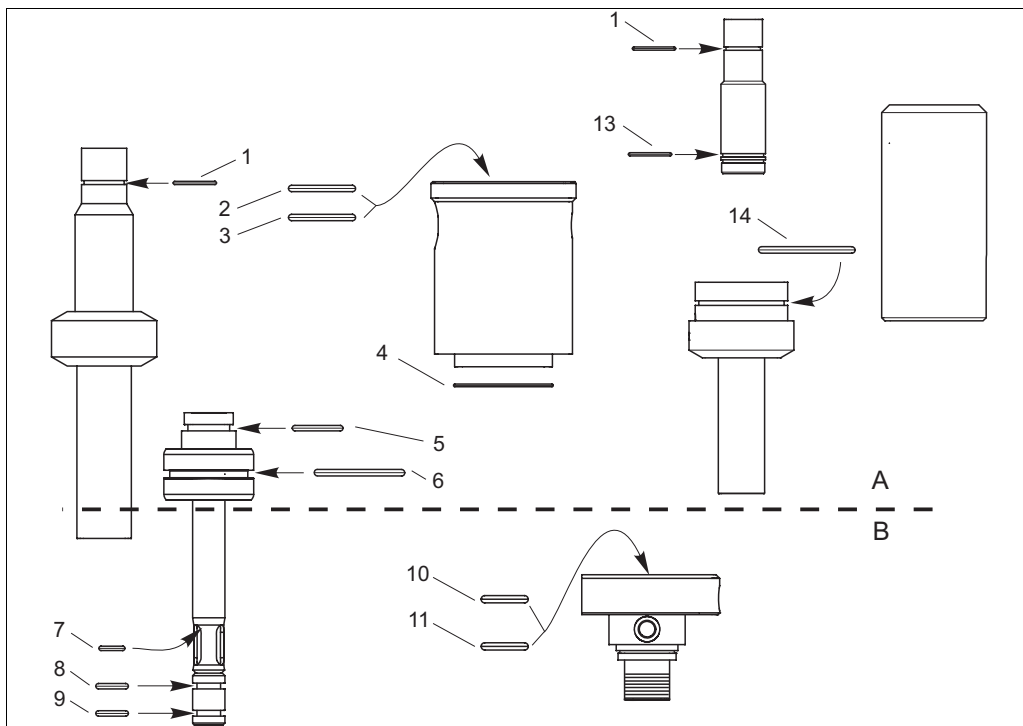

Fig. 22: Posición de las juntas
2. Sustituya las juntas tal como se muestra en la Fig. 22.